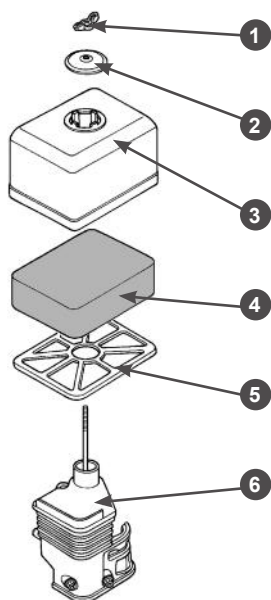

Рис. 18 Обслуживание воздушного фильтра
1. Открутите барашковую гайку 1, снимите шайбу 2 и крышку 3 воздушного фильтра в сборе с фильтрующим элементом 4 и сепаратором 5 (Рис. 18).
2. Извлеките из крышки 3 сепаратор 5 и фильтрующий элемент 4 (Рис. 18).
4. При незначительном загрязнении промойте поролоновый фильтрующий элемент 4 (Рис. 18) теплым мыльным раствором и просушите. Поврежденный или сильно загрязненный поролоновый фильтрующий элемент замените.
6. Произведите очистку крышки 3 воздушного фильтра, сепаратора 5 и основания 6 воздушного фильтра, не допуская попадания грязи и пыли в воздуховод, ведущий к карбюратору (Рис. 18).